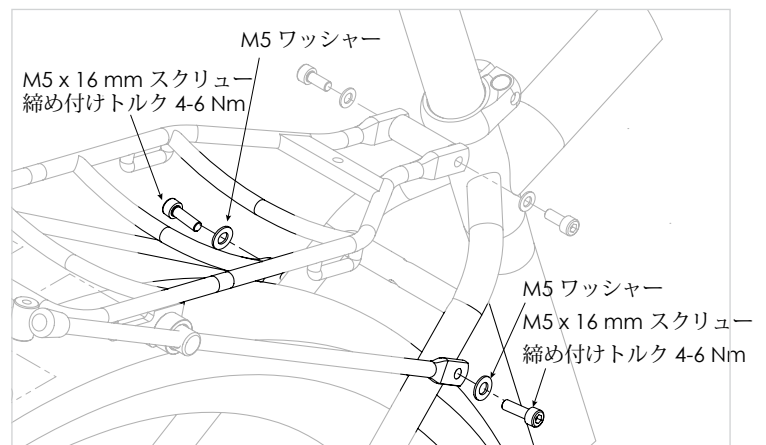

図 12
3. ストラットを緩め、シートステイ上の取り付けマウントに角度を合わせ、M5ボルトとM5ワッシャで取り付けます(図12)。
5. ラックのストラットとシートステイのM5固定ボルトを4-6Nmで固定します(図12)。